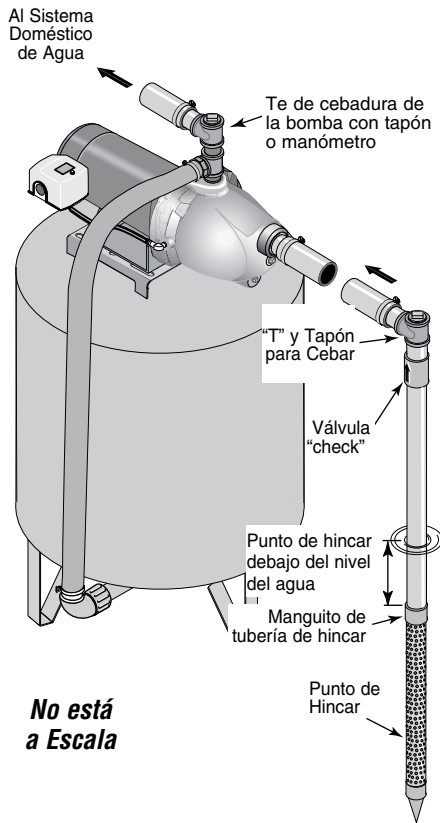

Figura 1 - Instalación del Punto de Hincar
INSTALACION DEL PUNTO DEL POZO (PUNTO DE HINCAR) (Figura 1)
- Paso 3. Utilice el menor número de conexiones posible (especialmente codos) al conectar la tubería desde el punto del pozo al orificio de succión de la bomba. La tubería de succión debe ser por lo menos del mismo tamaño que el orificio de succión en la bomba (incluya una válvula "check" si su equipo no está equipado con una) - Vea la Figura 1. Soporte la tubería para que no haya inclinaciones verticales o hundimientos en ella a fin de que no se ejerza tensión sobre el cuerpo de la bomba y con el propósito de que no se incline ligeramente hacia arriba desde el pozo hacia la bomba (los puntos altos pueden ocasionar que se formen bolsas de aire que pueden bloquear la bomba). Selle las juntas de la tubería de succión con cinta sellant de PTFE para roscas de tubería para las juntas de las tuberías. Las juntas deben de ser a prueba de agua y estar herméticamente cerradas. Si la tubería de succión pudiera succionar aire, la bomba no podría sacar agua del pozo. Si un punto de pozo no proporciona suficiente agua, considere la posibilidad de conectar dos o tres puntos de pozo a una tubería de succión.